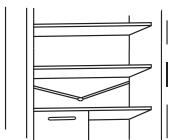

Fig.12
• Tenere pulito il condotto di scarico dell'acqua (fig.12) nel vano frigorifero, per evitare la presenza di acqua all'interno.